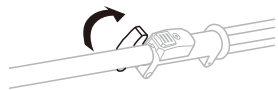

Fig.4A
2. Afloje la perilla mariposa para liberar el eje (Fig. 4A).